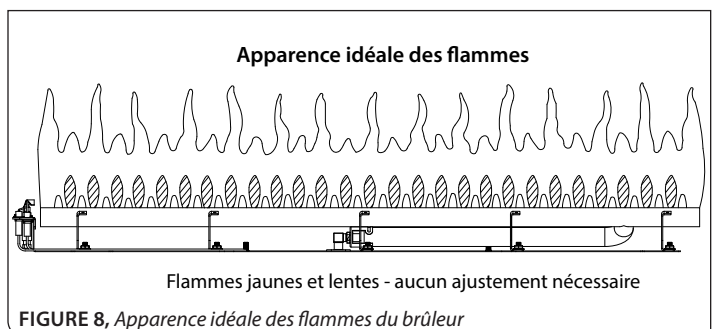

FIGURE 8, Apparence idéale des flammes du brûleur
Étape 5: Allumez la veilleuse et le brûleur. Vérifiez visuellement l'apparence des flammes du brûleur (FIGURE 8), qu'elles allument correctement et que le foyer fonctionne bien. Voir le manuel d'installation pour les procédures de réglage détaillées.